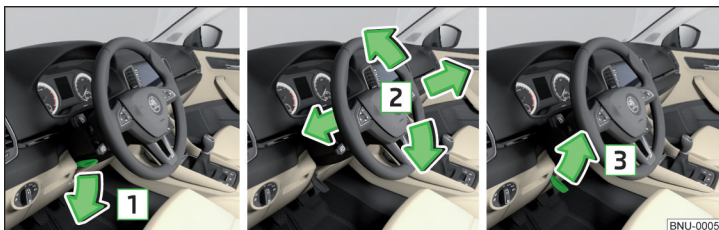

Fig. 16 Reglarea poziției volanului
- Rabatați maneta de siguranță de sub volan în sensul săgeții **1** » fig. 16.